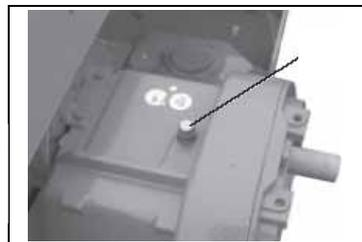

図18
6. メインギアボックスのオイル量点検。メインギアボックス上部のオイルプラグ・レベルゲージ(図18)の溝でオイル量を確認します。必要に応じてオイルを補充してください。